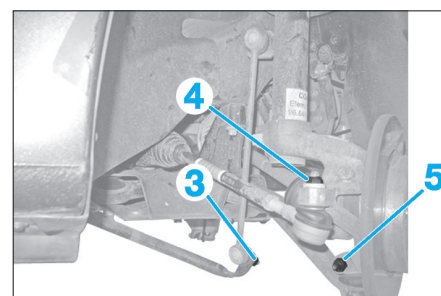

Fig. 20
- l'écrou (3) de rotule de la biellette de la barre stabilisatrice (Fig.20),
- l'écrou de rotule de direction (4).
- Déposer l'écrou de fixation (5) de la rotule pivot.